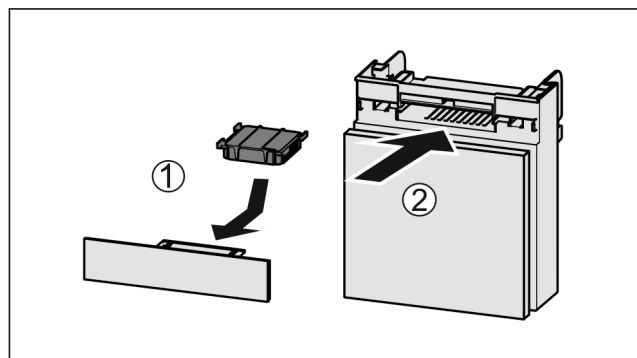

Fig. 152
- Umetnite filter s aktivnim ugljenom kao što je prikazano na slici Fig. 152 (1).
- Umetnite pretinac Fig. 152 (2).